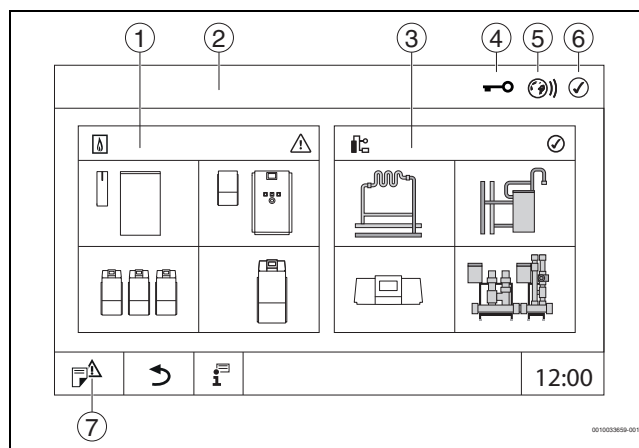

Fig. 8 Panoramica di sistema (esempio)
- Toccare **Impianto** (→ fig. 8, [3], pag. 16).